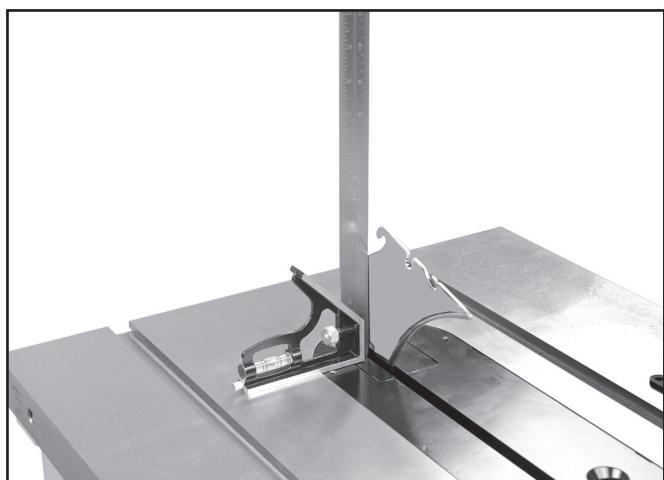

FIG. 34
- Coloque una escuadra en forma plana contra el hendedor y verifique que esté perpendicular y alineado con la hoja. (Fig. 34)